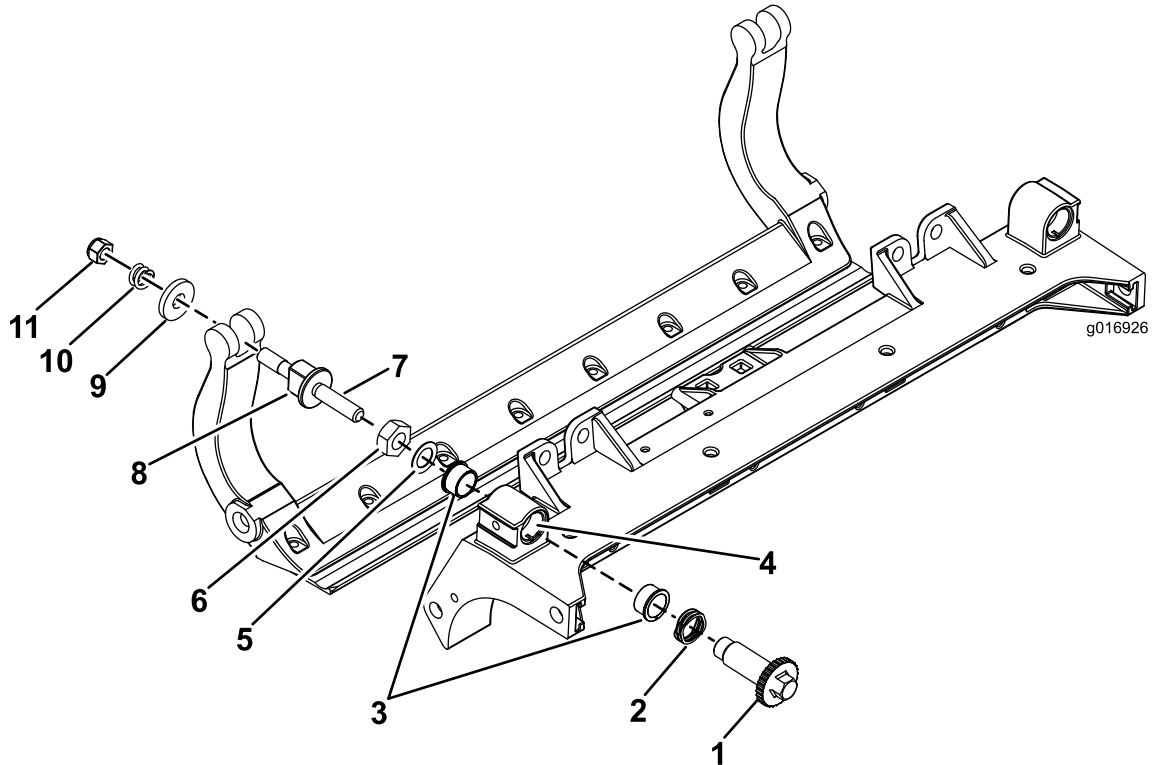

Рисунок 33
1. Снимите все детали (см. *Инструкции по установке* для HD комплекта DPA и Рисунок 33).
2. Нанесите противозадирный состав на внутреннюю поверхность втулки на внутренней поверхности втулки на центральной раме режущего блока (Рисунок 33).
3. Совместите шпонки фланцевых втулок с прорезями в раме и установите втулки (Рисунок 33).
4. Установите волнистую шайбу на вал регулятора и вставьте вал регулятора во фланцевые втулки, установленные в раме режущего блока (Рисунок 33).
5. Закрепите вал регулятора с помощью плоской шайбы и контргайки (Рисунок 33).
12. На нейлоновые шайбы установите стальные шайбы (Рисунок 33).
Примечание: Шайбы с внутренней стороны могут иметь зазор (Рисунок 33).
15. Затяните гайку на каждом узле регулировки планки неподвижного ножа до полного сжатия пружины, а затем отпустите гайку на 1/2 оборота (Рисунок 33).